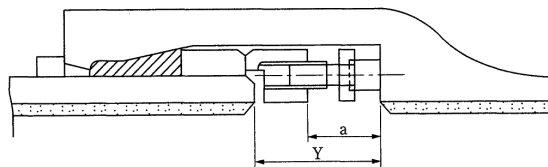

図4-6 胴付間隔及び締め付け完了時の押輪と受口底部の間隔
2. 挿入に当たっては、挿し口外面及び受口内面に滑剤を塗布の上、挿し口外面のストッパーが受口端面に当たるまで挿入すること。その胴付間隔は、表4-4、図4-6に示すとおりとする。
6. ねじ出し間隔が上下左右均等になるように留意した上で、押輪が所定の位置（図4-6）に到達するまで全ボルトをねじ出すこと。ただし、そのねじ出しが困難な場合は、表4-5に規定するトルクで締め付けること。